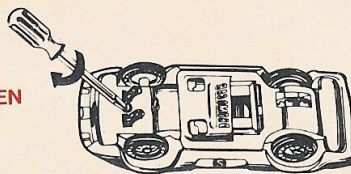
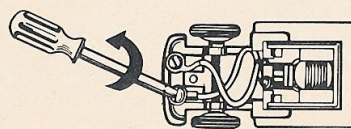

fig. 1
fig. 2
Dopo un certo periodo di funzionamento i contatti striscianti devono essere sostituiti. Per questa operazione svitare la vite posta sul fondo dell'automodello (vedi fig. 1); una volta tolto il fondo della vettura, svitare per liberare i due contatti striscianti (vedi fig. 2); sostituire e rimontare.
- 1 Enlever la vis placée au dessous de la voiture (fig. 1)
Nach einer bestimmten Betriebsdauer müssen die Gleitkontakte ersetzt werden. Zu diesem Zweck die auf dem unteren Teil des Modell-Kraftfahrzeuges untergebrachte Schraube abschrauben: (siehe Abb. 1): Nachdem der Boden des Wagens entfernt wurde, die zwei Gleitkontakte abschrauben (siehe Abb. 2), Austausch durchführen und wieder zusammenbauen.
Als na enige tijd de twee stroomafnemers zijn versleten, dient U die op de volgende manier te vervangen: verwijder de schroef aan de onderkant van de auto (fig. 1) zo ook het chassis, dan kunt U de stroomafnemers wegnemen en vervangen door nieuwe.